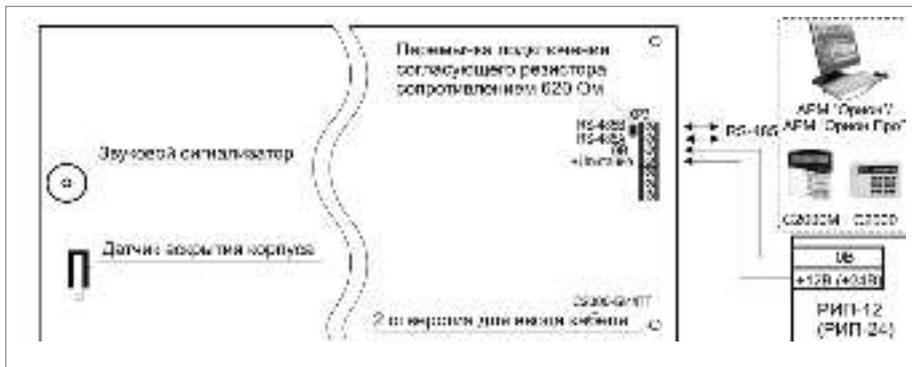

Рисунок 1. Схема внешних соединений блока «С2000-БИ SMD»
2. Подключение соединительных линий выполняйте в соответствии с проектной документацией и схемой на рис.1.